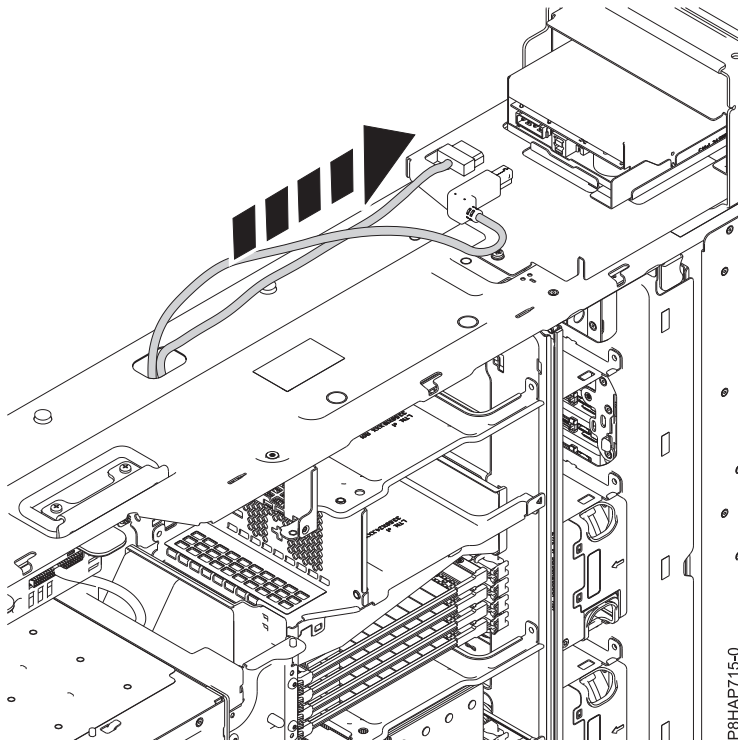

Figura 70. Conexión de los cables USB y de la fuente de alimentación en la parte posterior de la estación de acoplamiento RDX interna (FC EUA3)
6. Conecte el cable de la fuente de alimentación en la parte posterior de la estación de acoplamiento RDX interna (FC EUA3). Consulte la Figura 70 en la página 84.